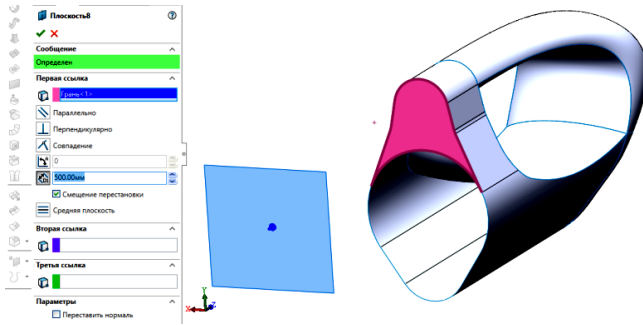

Рис.31. Створення додаткової площини
16. Створюємо допоміжну площину на відстані 500мм від побудованої поверхні і будуємо на ній ескіз (Рис.31,32).